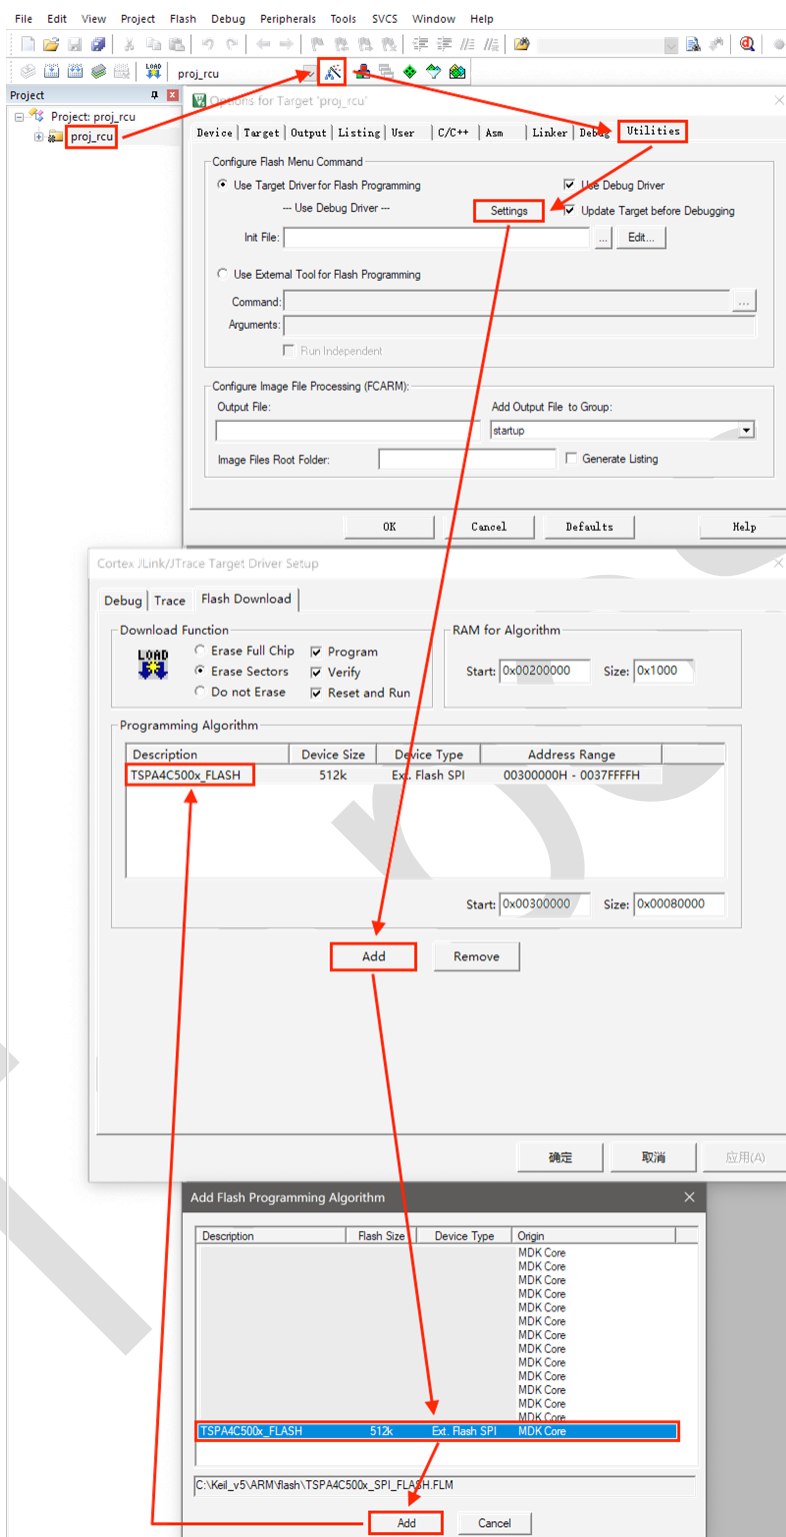

图3.1：在 Keil 工程中加载 FLM 文件
2. 将“TSPA4C500x_SPI_FLASH.FLM”文件加载至示例工程，步骤如图 3.1 所示。